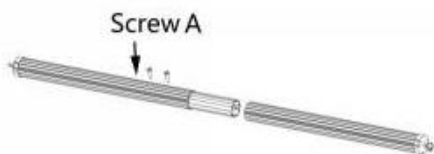

Figure C8
3.4.1 Haal de rolbuis van het zonnescherf en de bijbehorende binnenste verbinding buizen eruit , verbind ze zoals weergegeven in de afbeelding en bevestig ze met zelftappende schroeven A om een geheel te vormen. (Afbeelding C8)